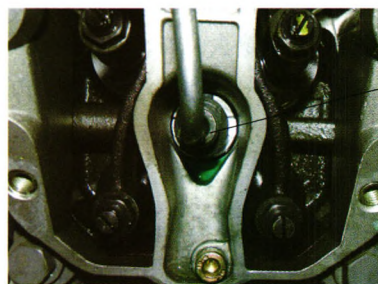

图1 油管头部与喷油器接口误差
(4) 高压油管装配误差 高压油管装配误差会导致头部密封带形成椭圆，从而不能有效密封。高压油管的制造误差、高压油管头部与喷油器接口部位的装配误差（见图1），以及高压油管带管夹装配时的非自由对正等因素，都是造成高压油管装配误差存在的直接原因。